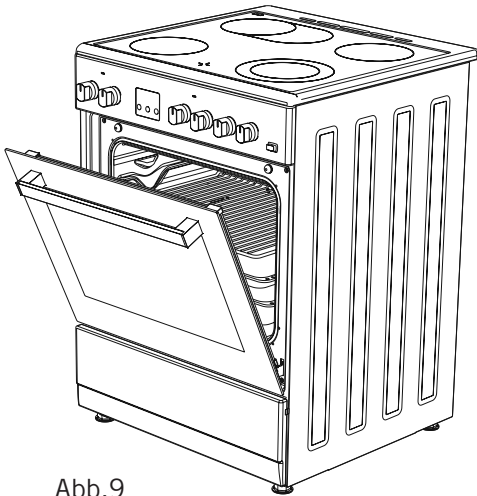

Abb.9
2. Platzieren Sie die Sicherheitsblende unter dem Bedienfeld, indem Sie die vordere Glasabdeckung des Ofens öffnen (Abbildung 9)